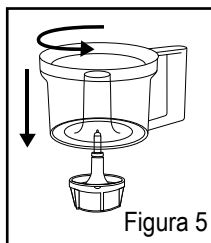

Figura 5
2. Coloque el recipiente de modo que las lengüetas en la base del accesorio se alineen con las aperturas en el recipiente. Gire el recipiente en el sentido contrario a las agujas del reloj hasta que haga un clic, trabando en su lugar y no gire más (Figura 5).